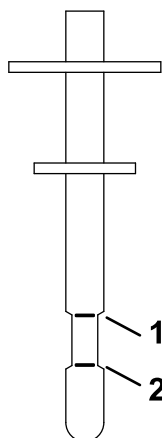

Figure 70
7. Remettez la jauge dans le goulot de remplissage, puis ressortez-la et contrôlez le niveau de liquide (Figure 70).